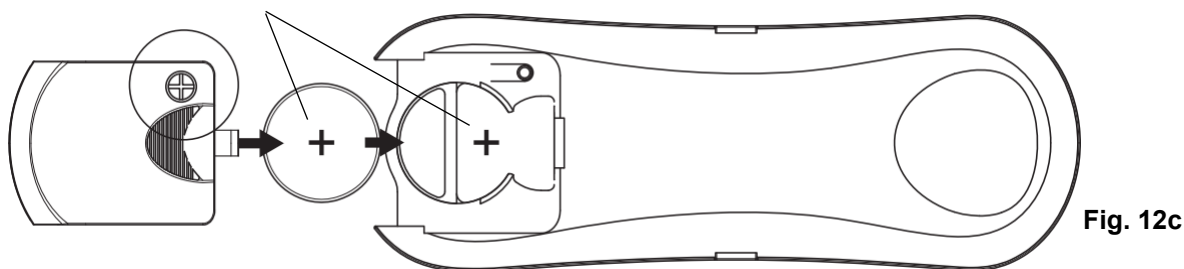

Fig. 12c
3. Inserire una nuova batteria CR2032 da 3 V CC nel vano batteria. Assicurarsi che la polarità della batteria sia corretta. (Fig. 12c).